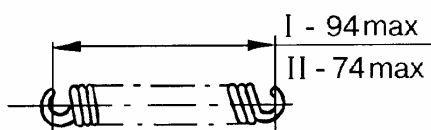

Рис.10 Пружина:
4.2.3 Пружина стяжная: верхняя 2101-3502035, нижняя 2101-3502038, рис.10.